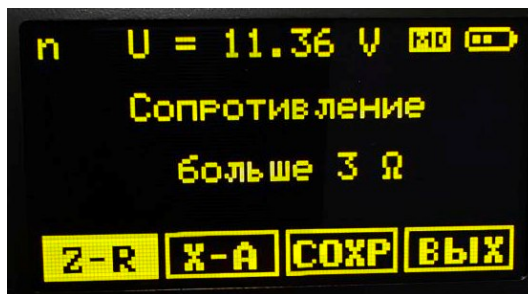

Рисунок 3.13
3.3.9 Если значение параметра Z превышает верхнее значение диапазона измерений анализатора, на экране появится сообщение «Сопротивление больше 6 Ω» при работе с анализатором АЕА30V-6 или «Сопротивление больше 3 Ω» при работе с анализатором АЕА30V-3 (рисунок 3.13).